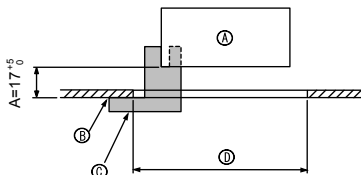
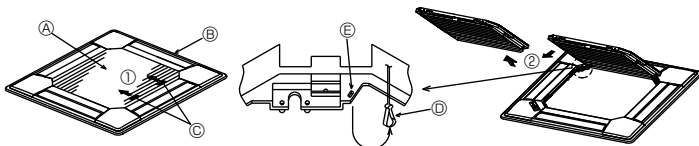

Fig. 5-2
Fig. 5-3
①	Γρίλιες	1	950 x 950 (χιλ)
②	Βίδα με ενσωματωμένη ροδέλα	4	M5 x 0,8 x 25
③	Μετρητής	1	(Χωρίζεται σε τέσσερα μέρη)
④	Συνδετήρας	3
⑤	Βίδα	4	4 x 8
⑥	Βίδα	1	4 x 12
⑦	Γωνιακό πλαίσιο του i-see sensor	1	για PLP-6BAE
5.2. Προετοιμασία στις γρίλιες για την τοποθέτησή τους (Fig. 5-2)
- Χρησιμοποιώντας το μετρητή ③ που παρέχεται μαζί με τη μονάδα, ρυθμίστε και ελέγξτε τη θέση της μονάδας σε σχέση με το ταβάνι. Εάν δεν έχει τοποθετηθεί σωστά, είναι πιθανό να προκληθεί διαφυγή αέρα ή συγκέντρωση υδρατμών.
- Ⓒ Μετρητής ③ (εισέρχεται μέσα στη μονάδα)
5.2.1. Πώς αφαιρούνται οι γρίλιες εισόδου αέρα (Fig. 5-3)
- Σύρατε τους μοχλούς προς την κατεύθυνση που δείχνει το βέλος ① για να ανοίξετε τις γρίλιες εισόδου αέρα.
- Με τις γρίλιες εισόδου αέρα στη θέση "open" ("ανοιχτές"), βγάλτε τον αρθρωτό τους σύνδεσμο από τις γρίλιες όπως δείχνει το βέλος ②.
[Fig. 5-3, 5-4]